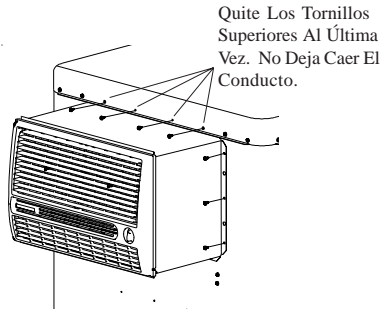

Fig. 10
2. Quite los 4 tornillos medios de la tapa mientras que soporte el conducto en lugar. (Véase Fig. 10). Tenga cuidado de no dejar caer el conducto o los daños a los cables eléctricos podrían ocurrir. Puede necesitar aflojar otros tornillos en la tapa para hacerla más fácil quitar el conducto.